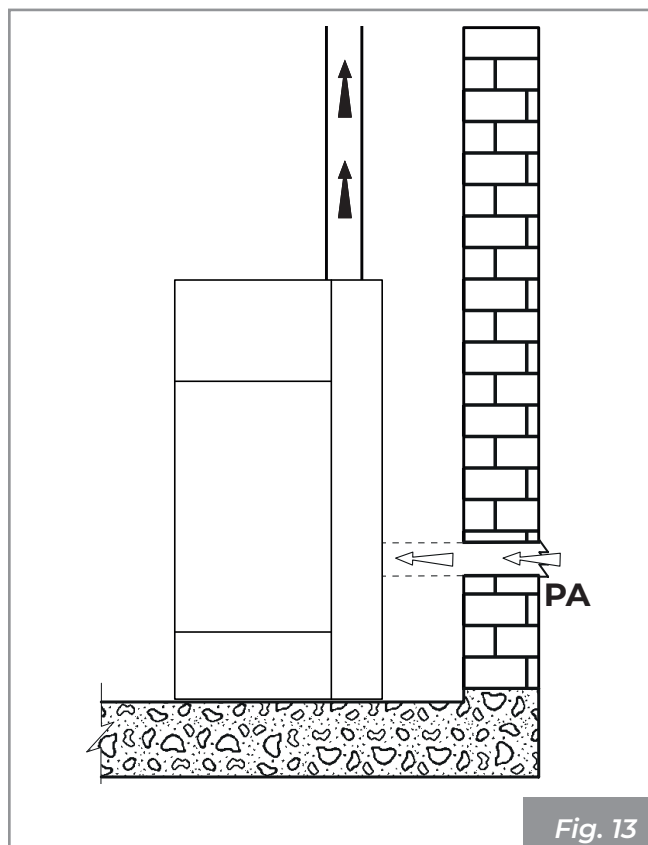

Fig. 13
- provenire dall'ambiente di installazione o da adeguati locali attigui (**Fig. 13**)
Realizzare la presa d'aria sulla parete (**Fig. 13 - PA** = Presa d'Aria), e lasciare che l'apparecchio sia libero di prelevare aria in ambiente.